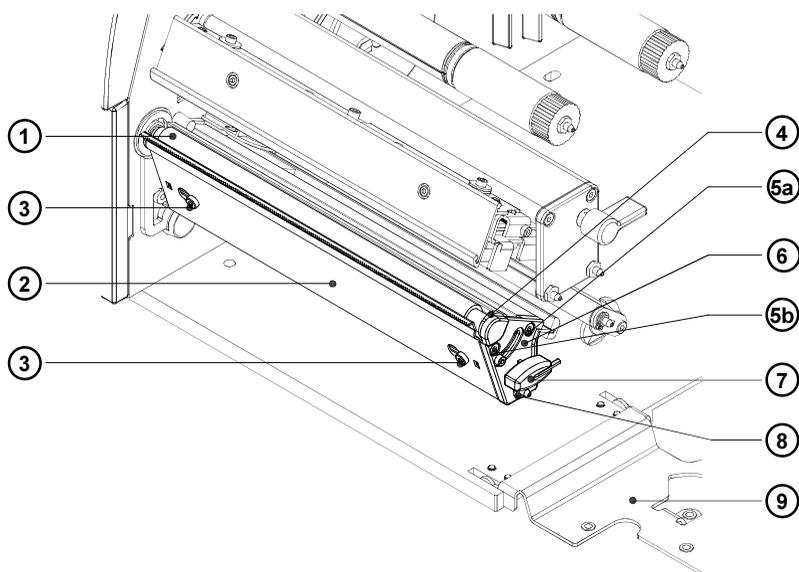

Bild D-4 Austausch Druckwalze (I)
1. Schwenken Sie den Druckkopf nach oben. Klappen Sie die Stütze (9) in die im Bild D-4 ersichtliche Stellung. Entnehmen Sie das Material aus dem Drucker.
2. Entnehmen Sie den Sechskantschlüssel (7), lösen Sie die Schrauben (3) und hängen Sie die Abreißkante (2) aus.
3. Entfernen Sie zwei Schrauben (5a, 5b) mit dem Sechskantschlüssel sowie den Fangstift (8) mit einem 7-mm-Maulschlüssel.
4. Nehmen Sie die Lagerplatine (6) incl. Druckkopfabstützung (4) von der Achse der Druckwalze (1) ab.